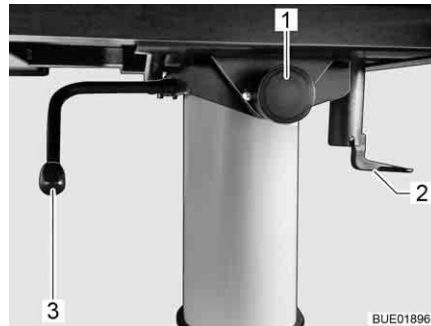

Bild 114 Verstellung Hubtisch
- Den Verriegelungshebel (Bild 114,2) nach unten klappen.
- Verriegelungshebel (Bild 114,2) nach unten klappen.
- Knopf (Bild 114,1) der Verriegelung nach vorn ziehen und Tischplatte nach oben schwenken.
- Den Hebel (Bild 114,3) unter der Tischplatte um 180° im Uhrzeigersinn schwenken. Der Hubmechanismus im Tischfuß wird entriegelt.
- Den Hebel (Bild 114,3) unter der Tischplatte um 180° im Uhrzeigersinn schwenken. Die Tischplatte fährt selbsttätig bis zum Endanschlag nach oben.